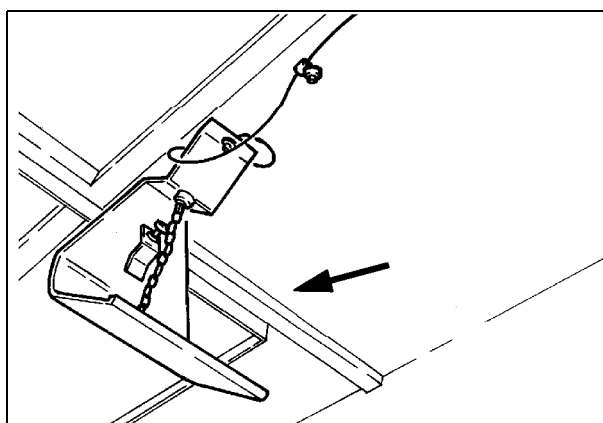
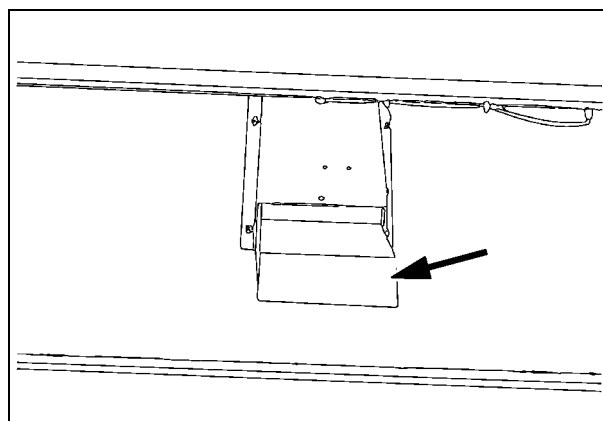

Рис. 21
Рис. 22
- работу аварийной сигнализации перегрузки клавишного соломотряса (Рис. 21) и засорения соломорезки (Рис. 22). Давление на дефлектор вызовет срабатывание главного устройства подачи звукового сигнала.
**ВНИМАНИЕ:** ни в коем случае нельзя допускать работу соломорезки с поврежденными или сломанными ножами. Это может быть опасным, так как дисбаланс может послужить причиной серьезных повреждений соломорезки и комбайна. Переведите рычаг (4) в рабочее положение.